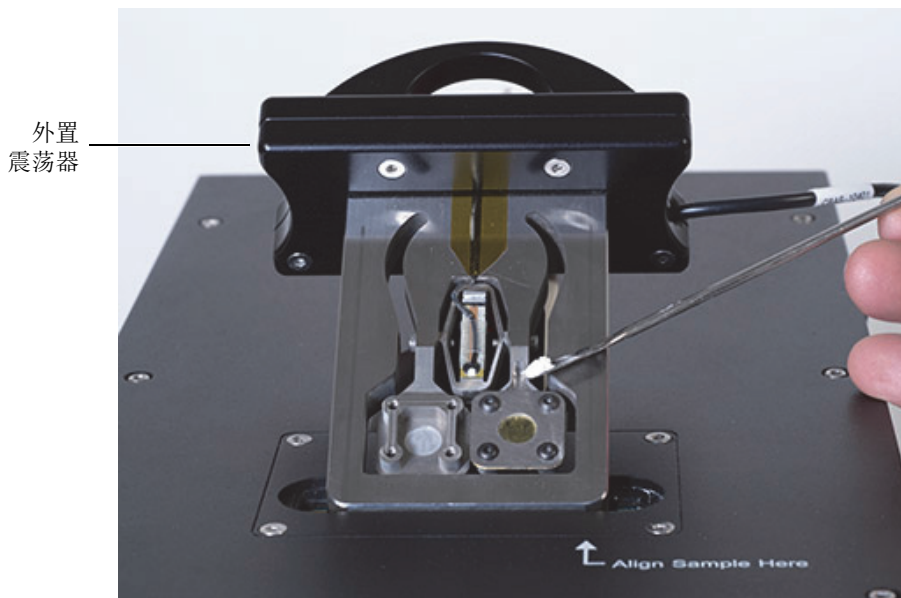

图 3-14 装入样品
2. 将样品托盘插入到外置振荡器中，并将少量样品（足以充满隔片所形成的空间）一点一点放入A池组装件中（参见第52页的图 3-14）。